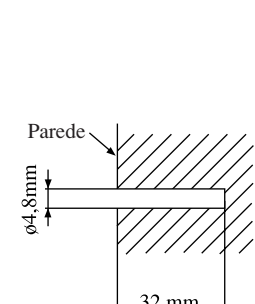

Fig. 3-1
3.1 A abertura na parede tem de ser executada como indicado na Fig. 3-1 e 3-4, para assegurar o escoamento da água condensada.
- Faça buracos na parede com o diâm. ø 4,8mm x 32mm. (Fig. 3-1)